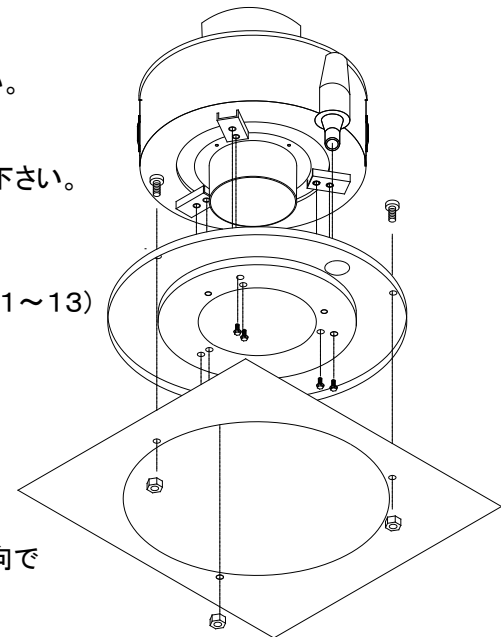

図5
c. 取付フランジをご使用される場合(取付例④)
- ①取付フランジ(オプション)をご用意下さい。
- ②付属のM8ネジにて、取付フランジを底面にあるネジ穴6箇所に固定して下さい。右図5参照
- ③取付け面に取付加工(P7 取付フランジ用取付加工図参照)をして下さい。
- ④ミストキャッチを設置場所に配置して下さい。
- ⑤ミストキャッチ上面より、M8ネジで3箇所固定して下さい。右図5参照